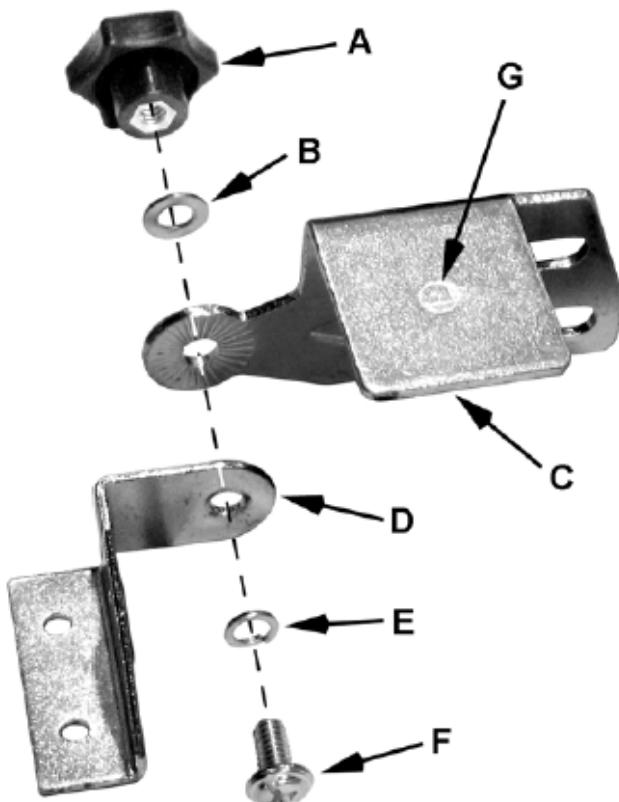

Рис. 1
Примечание: Скоба (**D**) и искрогаситель (**C**) имеют маркировку «L» (**G**, *Рис. 1*) для левой стороны и «R» для правой стороны.
- 1 Соберите левый искрогаситель и скобу экрана согласно *Рис. 1* они имеют маркировку «L»
Примечание: Подручники бывают, левый и правый см. рис. 1 чтобы гарантировать правильность их установки.